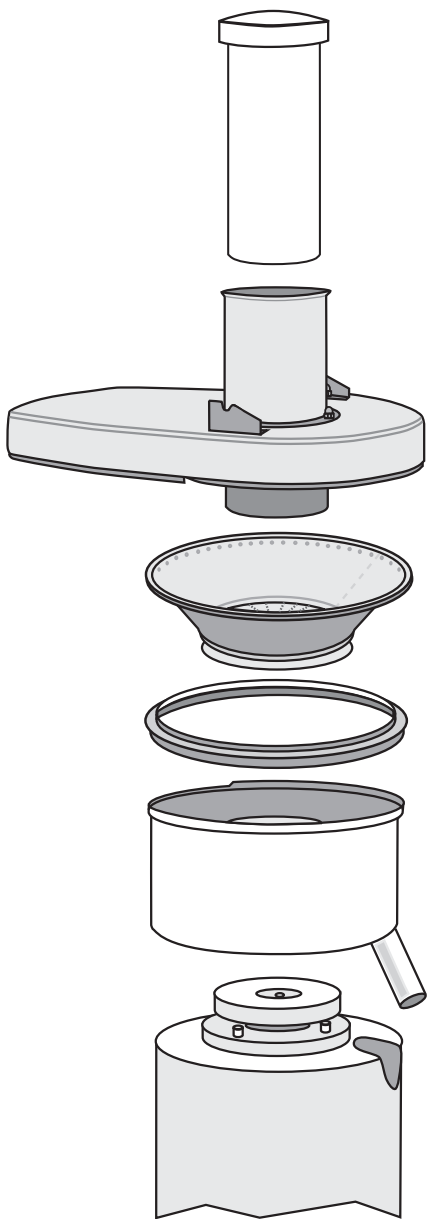
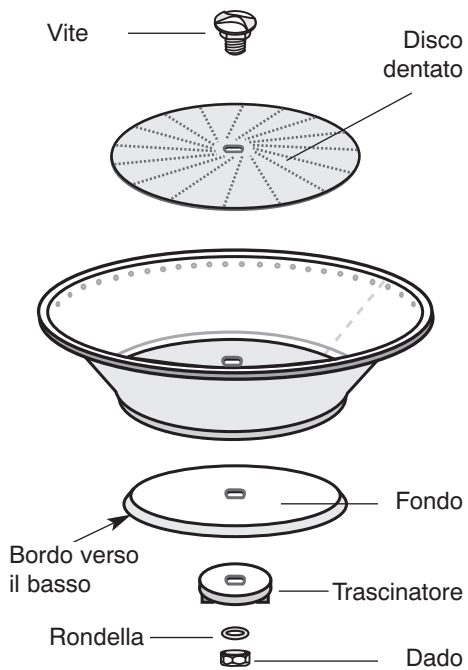

Fig. 8
Fig. 9
Al primo utilizzo: sciacquare con acqua corrente tutti gli elementi a contatto con gli alimenti: il pestello, la voluta, il cestello, la vasca, il vaso portascorie e il ritentore di polpa (per smontare i vari componenti vedere Fig. 8 e Fig. 9).
Per smontare questi componenti, sganciare la maniglia di chiusura e togliere nell'ordine il pestello, la voluta, il cestello, il ritentore di polpa e la vasca (Fig. 8). Montare nell'ordine inverso facendo attenzione di: posizionare il beccuccio di convogliamento del succo nell'apposita rientranza della base, posizionare correttamente il ritentore di polpa, posizionare il cestello nella vasca, verificando il corretto posizionamento del trascinatore del cestello sulla girante e posizionare la voluta sulla vasca.
- **Per la pulizia periodica completa** si possono smontare gli elementi del cestello svitando il dado del cestello (Fig. 9).
Per smontare gli elementi del cestello, tenere fermo con una mano il cestello e svitare il dado con una chiave a tubo numero 13 (Fig. 9). Spingere in seguito la vite del cestello estraendola.
Riassemblare nell'ordine inverso (Fig. 9) facendo attenzione di montare il fondo del cestello con il bordo verso il basso. **Per riassemblare gli elementi del cestello** avvitare con la chiave a tubo da 13. Assicurarsi di serrare adeguatamente.